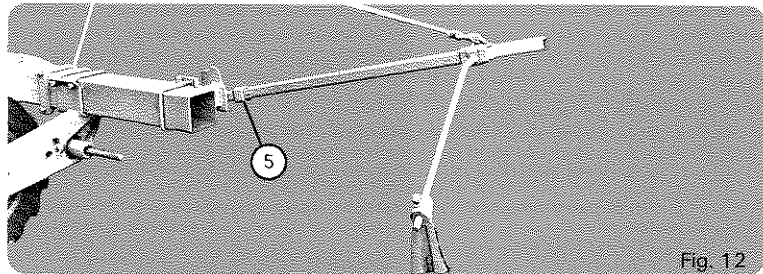
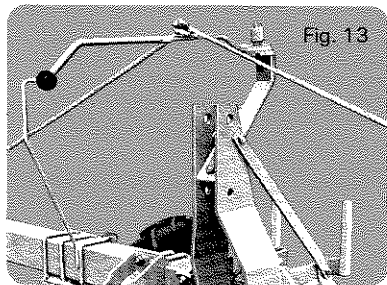

Fig. 12
Fig. 13
- Enfiler les axes hexagonaux ① et ②, les équiper au passage des pignons de boîte de distances, et du pignon de Microsem (page 14).
- Monter la chaîne de boîte de distances, vérifier le tendeur ③ et son taquet d'accrochage ④.
- Modèle manuel (fig. 12) avec inverseur et guides cordes (fig. 13).
- Slide the hexagonal shafts ① and ②, during this action through the gearbox sprockets the gearbox sprockets, and Microsem sprocket (page 14).
- Fix the chain of the central spacing gearbox, check the chain tightener ③ and its locking pawl ④.
- Manual model (fig. 12) with reversing device and line guides (fig. 13).
- Die Sechskantachsen ① und ② einführen und sie gleichzeitig mit den Zahnrädern des Wechselgetriebes, und dem Zahnrad von Microsem (Seite 14) ausrüsten.
- Die Kette des Getriebekastens einsetzen, den Spanner ③ und den Feststeller für den Kettenspanner ④ überprüfen.
- Modell für Handbetätigung (Abb. 12) mit Markörbedienung und Seilhalter (Abb. 13).
- Infilare gli assi esagonali ① e ②, disporli al passaggio dei pignoni della scatola delle distanze, e del pignone del Microsem (pag. 14).
- Montare la catena della scatola delle distanze, verificare il tenditore ③ ed il suo aggancio ④.
- Modello manuale (fig. 12) con invertitore e guida corde (fig. 13).